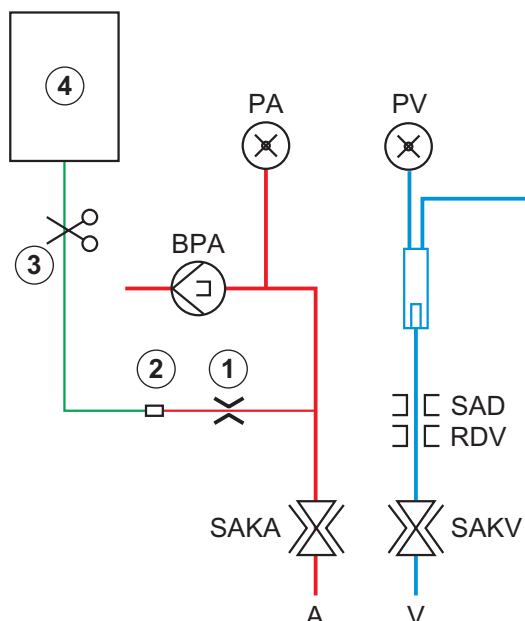

Fig. 6-10 Configuration du bolus artérielle
En utilisant un appareil HD, la ligne d'injection doit être connectée à une poche de NaCl via l'adaptateur en Y du système de lignes à sang (voir Fig. 6-10 Configuration du bolus artérielle (144)).
3. Connecter les poches d'injection contenant la solution saline physiologique (Fig. 6-10, ④) à la potence.